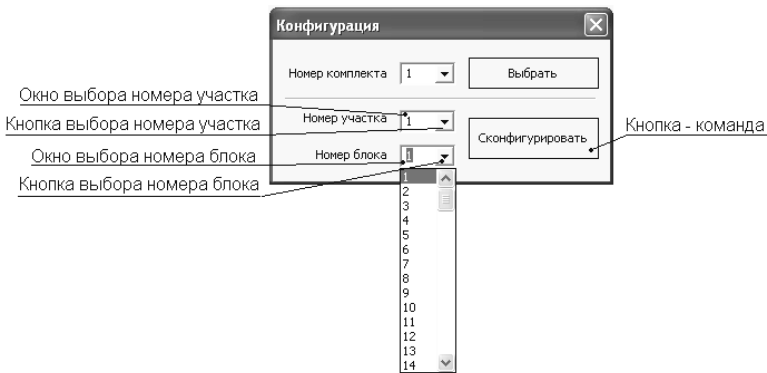

Рисунок 1.19
- выбрать «Конфигурация» в меню «Настройки», отобразится окно, рисунок 1.19;